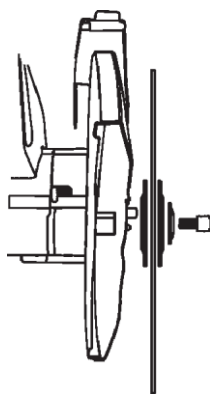

Fig 11
5. Retirez la vis d'assemblage de l'arbre, la petite rondelle extérieure, la grande rondelle extérieure, la meule abrasive et la grande rondelle intérieure de l'arbre. (Fig 11)